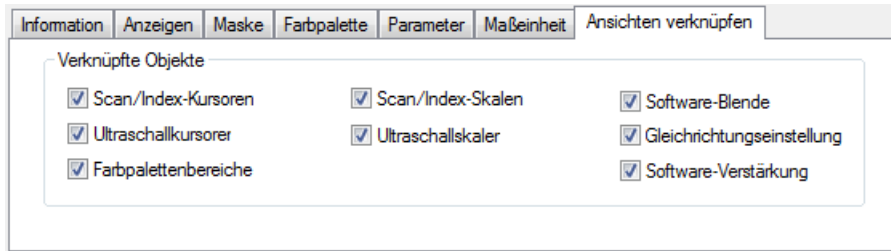

Abbildung 10-7 Register Ansichten verknüpfen im Dialogfeld Eigenschaften der Ansicht
3. Wählen Sie im Dialogfeld **Eigenschaften der Ansicht** (siehe Abbildung 10-7 auf Seite 474) das Register **Ansichten verknüpfen** und dann die Kontrollkästchen für die Elemente, die für diese Ansicht verknüpft werden sollen, aus.